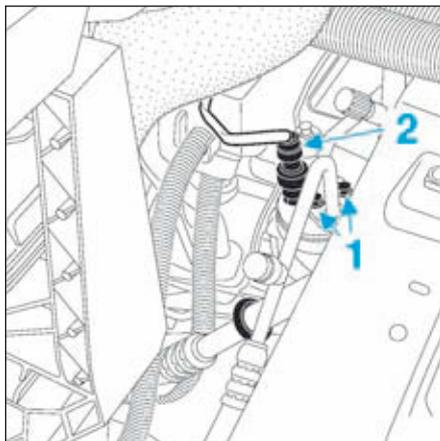

FIG.12
- Déposer les deux vis (1) (Fig.12).
- Déposer le capteur de pression (2).